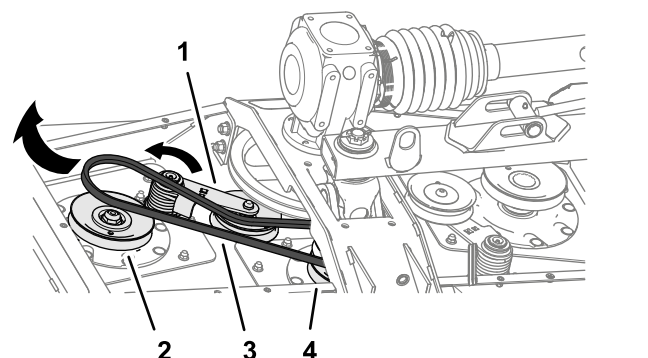

Figure 66
3. Au moyen d'une barre de levier ou d'un outil similaire, faites tourner le tendeur de la petite courroie dans le sens antihoraire et déchaussez la courroie de la poulie de tendeur (**Figure 66**).